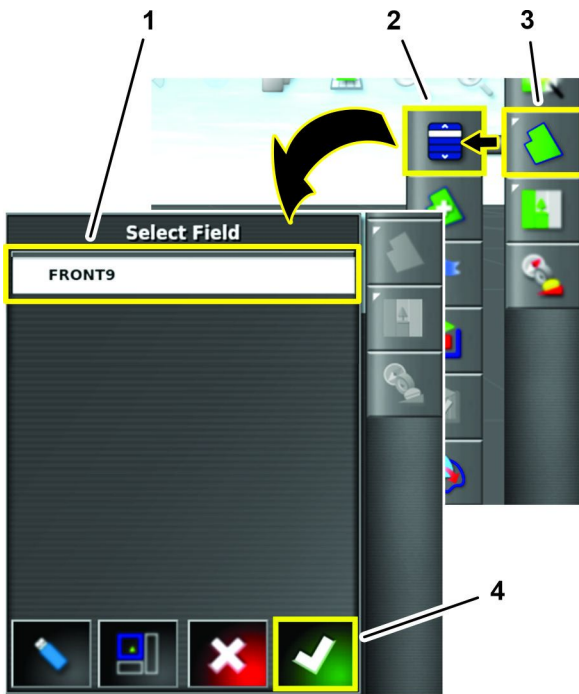

Рисунок 72
2. Нажмите на значок МЕНЮ ПОЛЯ, а затем нажмите на значок «ВЫБОР ПОЛЯ» (Рисунок 72).
3. Нажмите на значок поля, границы которого вы хотите объединить с границами поля, полученными с машины № 2, а затем нажмите на значок подтверждения (Рисунок 72).